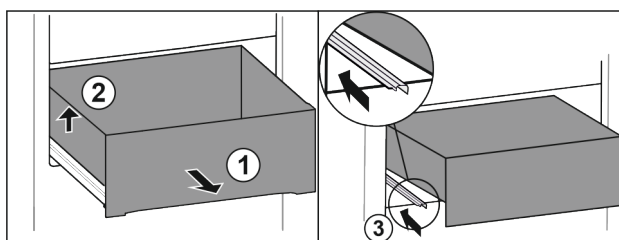

Fig. 13*
- ▶ Vytiahnite zásuvku úplne Fig. 13 (1).*
- ▶ Nadvihnite zásuvku doľava Fig. 13 (2).*
- ▶ Zasuňte ľavú koľajničku Fig. 13 (3).*